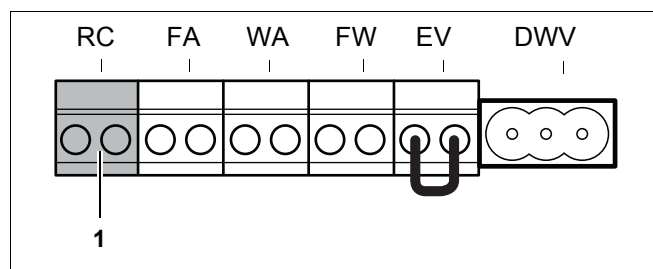

Fig. 30 Regletă Telecomanda de cameră RC și EMS-Bus (culoare de racord portocalie)
- Racordați aparatura de reglare Logamatic RC20, RC30 sau aparatura de reglare în cascadă Logamatic 4121, 4122 la borna RC (Fig. 30, **Poz. 1**). Folosiți pentru aceasta un cablu de curent electric cu 2 conductori de 0,4 bis 0,75 mm² fiecare.
- Realizați racordul modulului la EMS-Bus când faceți montajul extern al modulului la borna RC (Fig. 30, pagina 31).
- Realizați racordul pentru EMS-Bus la borna RC (Fig. 30, pagina 31).